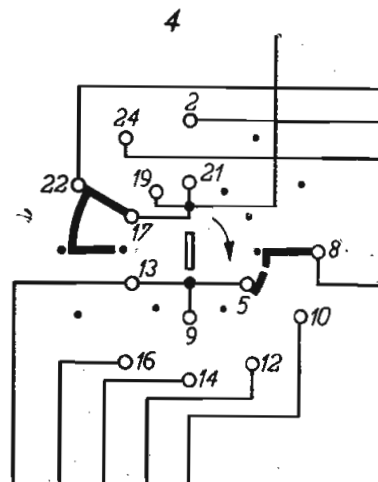

Fig. 1
Bij een enigszins ruwe behandeling van de buis kan het licht voorkomen, dat de huls los raakt van de ballon en hierdoor 't verbindingsdraadje geen goed contact maakt met de metallisering, hetgeen kraken en genereren kan veroorzaken. In de meeste gevallen gelukt het op de volgende manier om de buis weer bruikbaar te maken: het gedeelte van de verbindingsdraad, dat rond de ballon is gewikkeld, wordt losgenomen, blank geschraapt en in de lengterichting langs de buis gelegd, zie fig. 1.
Een aantal slagen vertind koperdraad van 0,5 mm wordt netjes naast elkaar bij de huls om de ballon gelegd (over de verbindingsdraad), en wel zoveel slagen als nodig zijn om een goed contact met de metallisering te verzekeren, zie fig. 1.
6. In twee van deze gaten wordt een rubbertulle (pos. 1 in fig. 1) met afstandstuk aangebracht (pos. 2 in fig. 1).
7. Door middel van een schroef met verende sluitring wordt een metalen beugel tegen de afstemcondensator aangebracht, zie pos. 3, 4 en 5 in fig. 1. In deze beugel wordt eveneens een rubbertulle aangebracht, zie. pos. 6 in fig. 1.
8. Aan het aardpunt van de afstemcondensator wordt een blank draadje van 4,5 cm lengte gesoldeerd (fig. 1, pos. 7).
9. Door middel van twee schroeven wordt nu de condensator vastgezet (zie fig. 1, pos. 9), waarbij zowel boven als onder de rubbertulle een sluitring en bovendien onder de kop der schroeven een verende sluitring wordt aangebracht. (Zie pos. 8 en 10 in fig. 1.) Onder de kop van de voorste schroef (zie fig. 1, pos. 8) worden twee sluitringen gebruikt, aangezien anders de schroef de vaste platen van de condensator zou raken en hierdoor de condensator zou kortsluiten. Eveneens moet worden opgelet, dat de afstemcondensator geen sluiting maakt tegen het huis van de electrolytische condensator.
- a. een metalen beugel, codenummer A3 610 15.0 pos. 6 in fig. 1.
- b. drie rubbertulles, codenummer 28 725 52.0 pos. 1 en 6 in fig. 1.
- c. twee afstandstukjes, codenummer A3 302 11.0 pos. 2 in fig. 1.
- d. vijf sluitringen, codenummer 07 025 00.0 pos. 8 in fig. 1.
- e. twee verende sluitringen, codenummer 07 041 30.0 pos. 10 in fig. 1.
- f. twee schroeven, codenummer 07 703 25.0 pos. 9 in fig. 1.
- g. een tandring, codenummer 07 045 02.0 pos. 5 in fig. 1.
- h. een schroef, codenummer 07 803 06.0 pos. 4 in fig. 1.